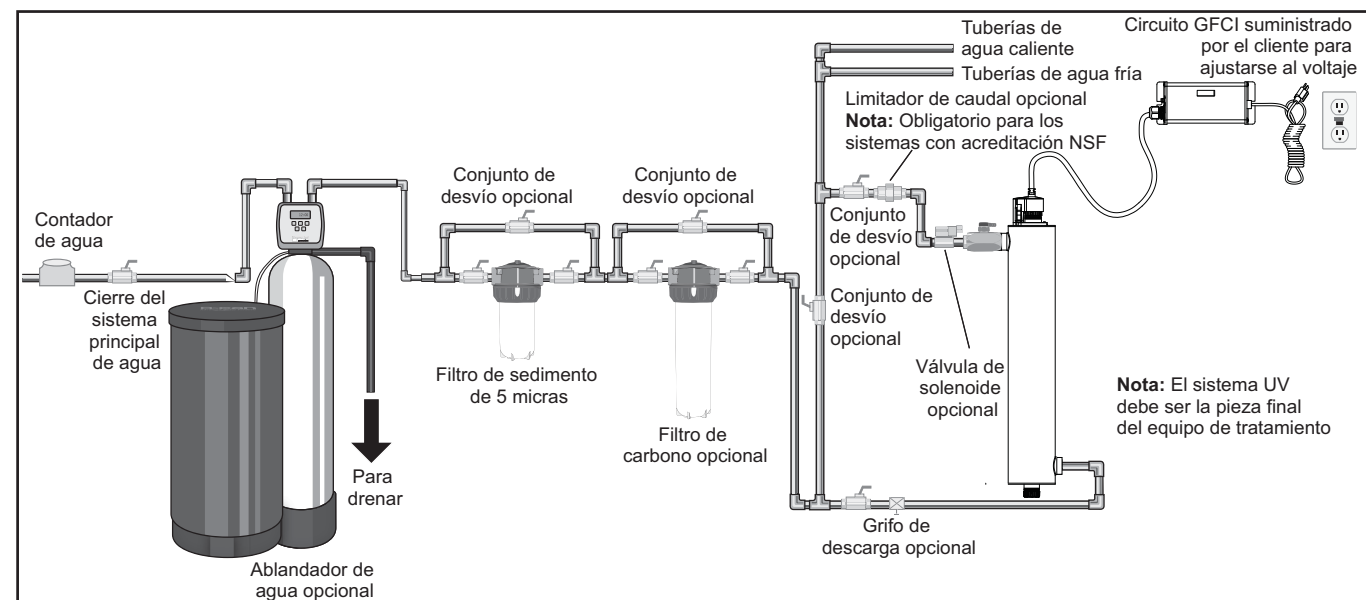

Figura 2 Sistema de desinfección
1. En la Figura 2 se muestra la instalación de un sistema de desinfección típico y los componentes relacionados que se pueden usar para la instalación. Se recomienda el uso de un conjunto de desvío en el caso de que el sistema requiera mantenimiento "fuera de línea". En dicho caso, tenga en cuenta que el sistema requiere una desinfección adicional para el sistema de distribución si se usa agua durante la condición de desvío. Además, durante el desvío, el agua NO se desinfectará y se deberá colocar físicamente la etiqueta "NO CONSUMIR EL AGUA" en el conjunto de desvío hasta que el sistema se haya saneado y puesto en servicio nuevamente. Para obtener más información, consulte Sección 3.2. Si el agua se va a consumir mientras el sistema está fuera de línea, se deberá hervir durante veinte minutos antes del consumo.